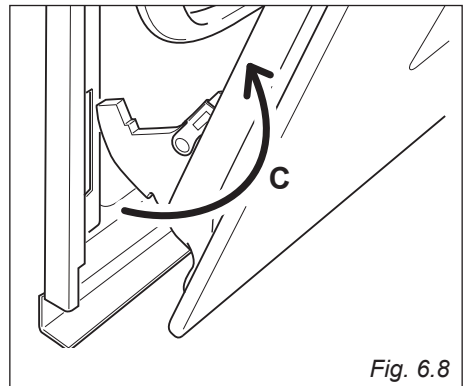

Fig. 6.8
- Estrarre i ganci delle cerniere (destra e sinistra) dal loro alloggiamento (freccia "C" - fig. 6.8).